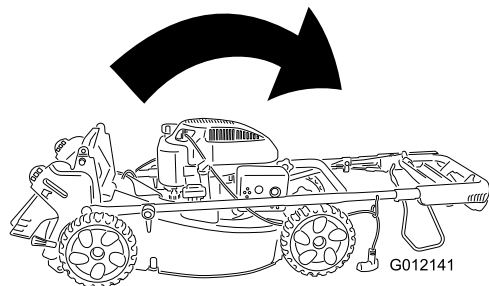

Figura 27
1. Fate ruotare la stegola in avanti (Figura 27).